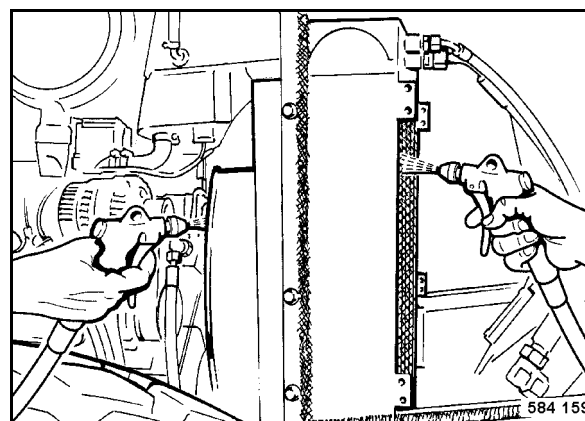

fig. 98
- Souffler l'air comprimé sur le refroidisseur (fig. 98).